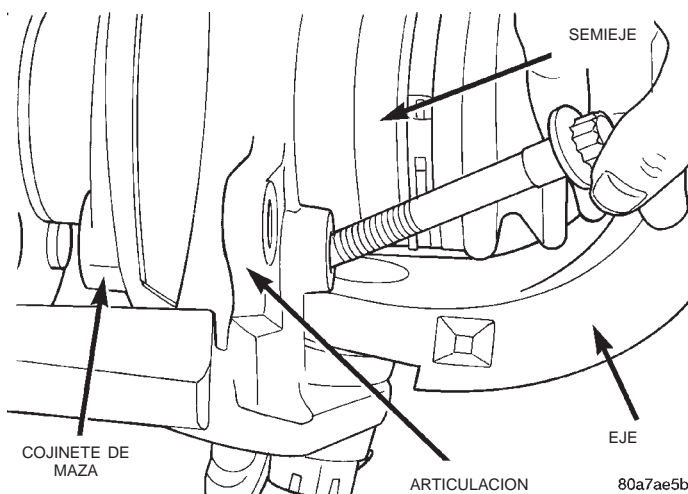

Fig. 21 Pernos del cojinete de maza
(6) Retire los pernos que sujetan la maza a la articulación (Fig. 21).
(7) Retire la maza de la articulación de la dirección y el semieje, si es necesario.